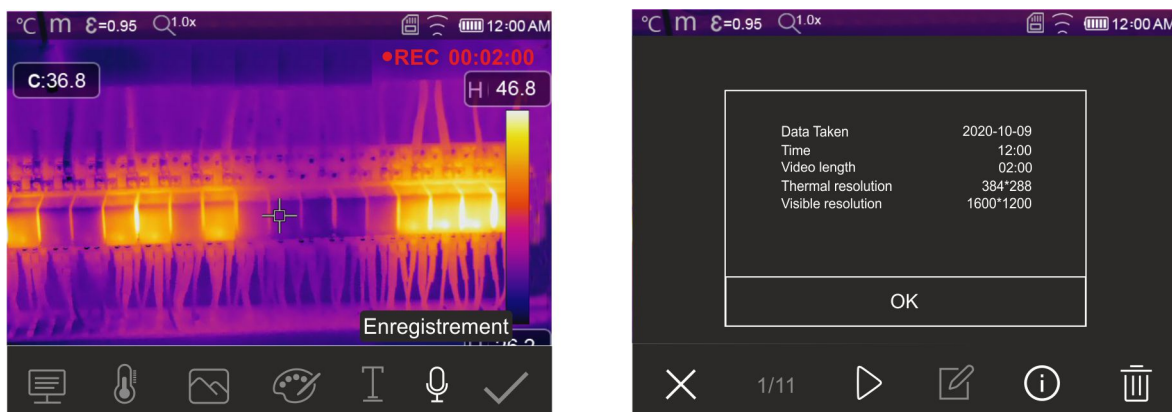

Fig. 50: Enregistrement vidéo IR
2. **Appuyez sur la touche T (Gâchette) et maintenez-la enfoncée pendant au moins 2 secondes.** L'indication « REC » apparaît en haut pour indiquer l'enregistrement en cours (voir Fig. 50)